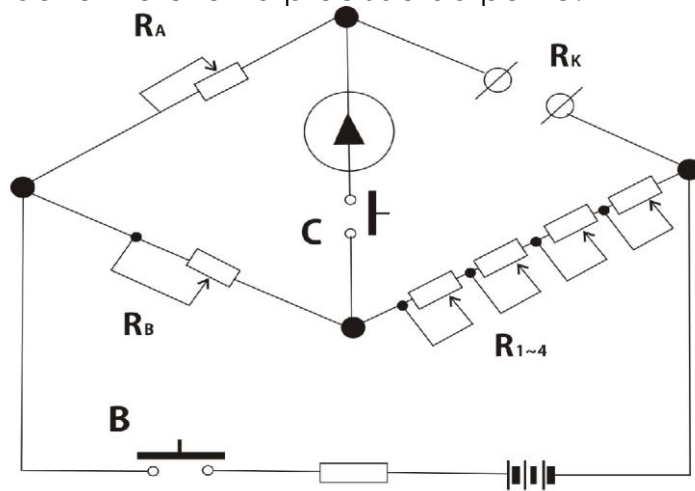

Figura 1
A Figura 1 representa o diagrama de princípio básico da ponte wheatstone. Consiste no braço de raio (R_A e R_B), braço comparativo (R_1 , R_2 , R_3 , R_4), GALVANÔMETRO (G) e fonte de energia (B). O braço comparativo é composto de quatro grupos de dez. A resistência de